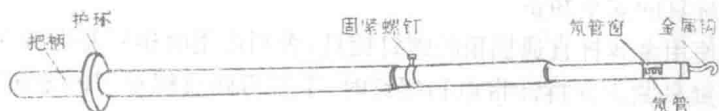

图2-3 10千伏高压验电器
②高压验电器 高压验电器又称高压测电器,10千伏高压验电器由金属钩、氖管、氖管窗、固紧螺钉、护环和握柄等组成,如图2-3所示。